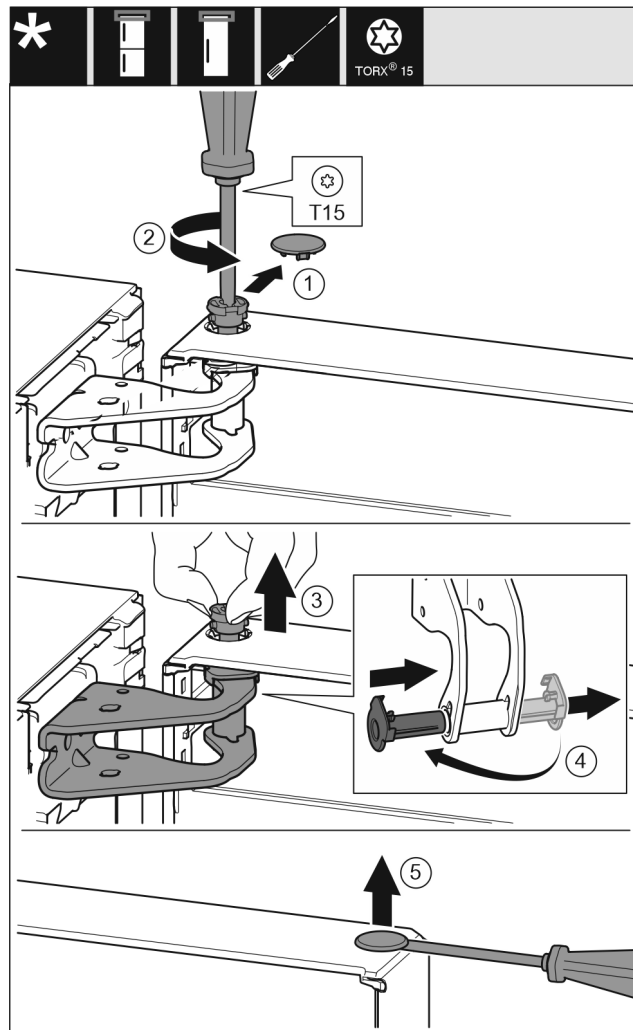

Fig. 8
- Trekk sikringsdekselet forsiktig av. Fig. 8 (1)
- Skru bolten ut et stykke med skrutrekker T15. Fig. 8 (2)
- Hold fast døren, og trekk bolten ut med fingrene. Fig. 8 (3)
- Trekk lagerbøssingen ut av føringen. Sett den inn fra den andre siden, og la den klikke på plass. Fig. 8 (4)
- Løft proppen forsiktig ut av dørens lagerbøssing med en skrutrekker, og trekk den ut. Fig. 8 (5)